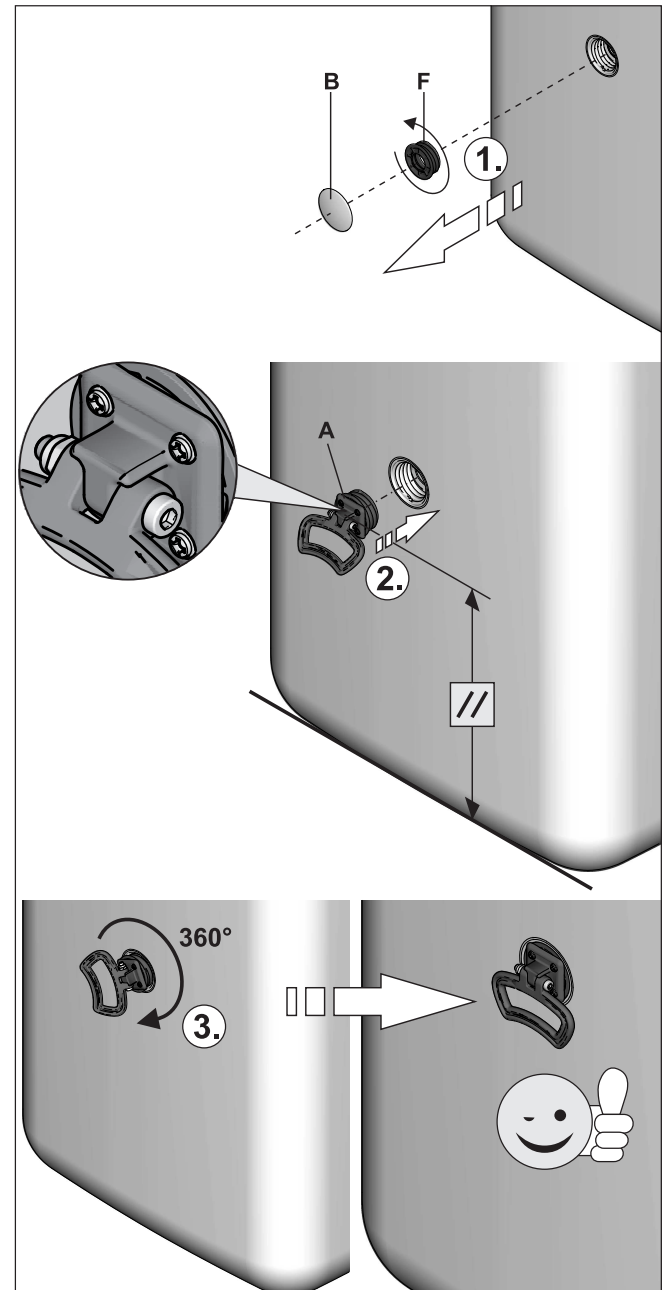

Fig. 24-6 Montage des poignées
- Retirer les caches du réservoir du ballon (Fig. 24-6, pos. B) et dévisser les embouts filetés (Fig. 24-6, pos. F) des ouvertures sur lesquelles les poignées doivent être montées.
- Visser les poignées (Fig. 24-6, pos. A) dans les orifices de filetage devenus libres.